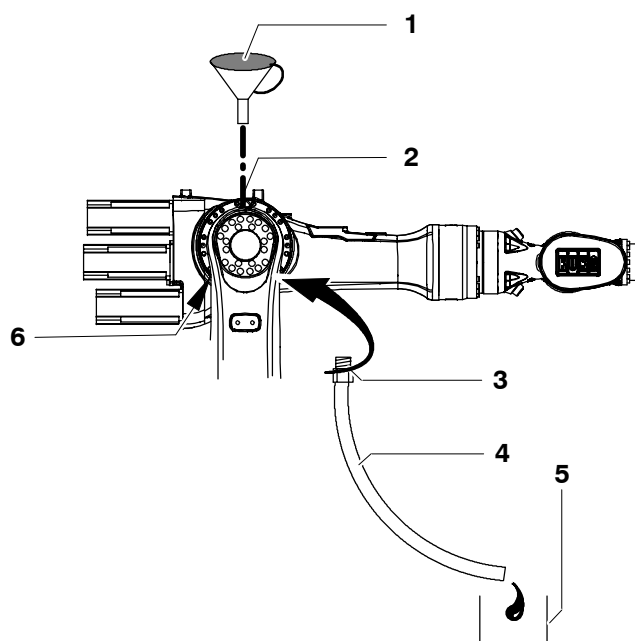

Fig. 101 Vidange d'huile de l'axe 3
- (1) Mettre le robot en service. Tournez l'axe 3 de façon que les vis magnétiques (Fig. 101/2, 6) soient verticalement les unes au-dessus des autres.